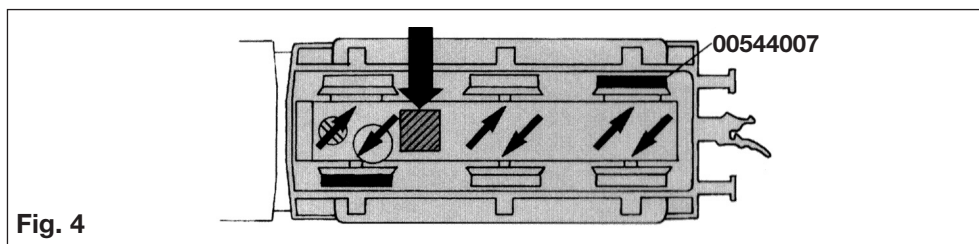

Fig. 4
An der schraffierten Stelle kann der **Schaltmagnet 942601/942701** eingebaut werden (Fig. 4).
The indicated point can be used for locating the **switching magnet 942601/942701** (Fig. 4).
L'aimant permanent **942601/942701** peut être monté à l'endroit indiqué (Fig. 4).
**Ouverture de la tender :** Vous n'avez besoin d'ouvrir le tender que pour graissage des engrenages, remplacer les balais et pur installer un décodeur. Devisser la vis c, écarter légèrement les parois et soulever la carrosserie (Fig. 4).
Op de gemerkte plaats kan de **schakelmagneet 942601/942701** gemonteerd worden (Fig. 4).
Sul posto segnato può essere installato il **dispositivo di comando 942601/942701** (Fig. 4).